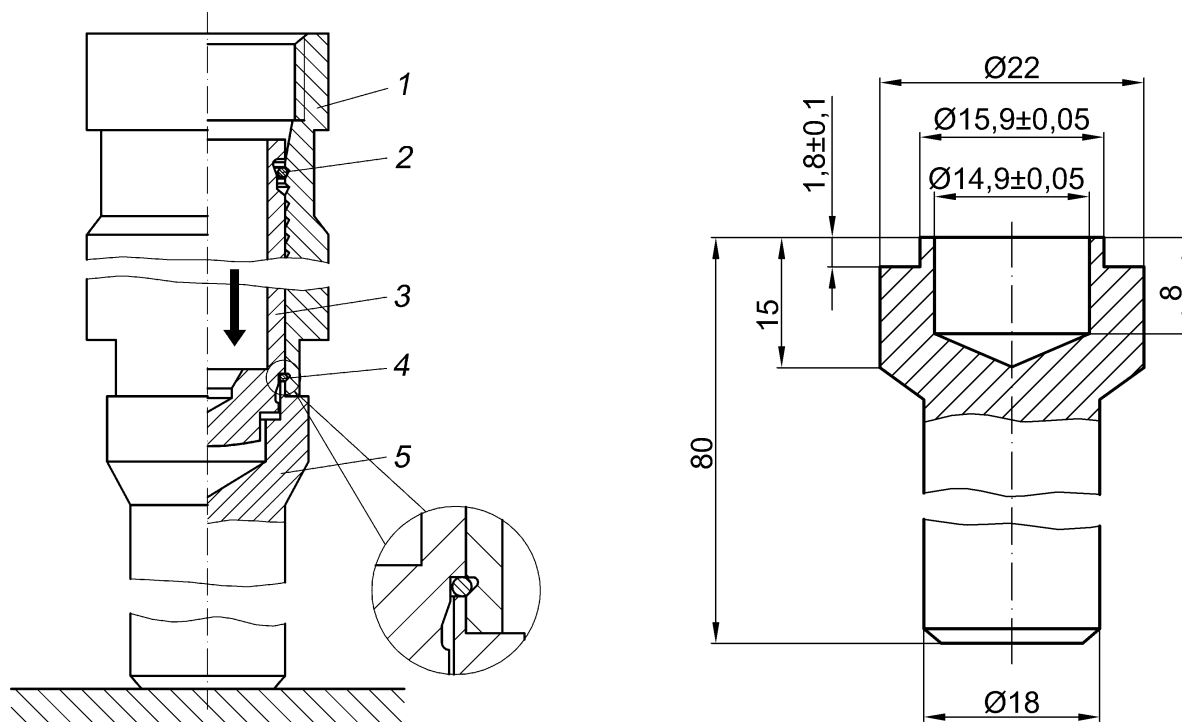

Рис.138. Сборка гидронатяжителя с помощью оправки:
- на закрепленную вертикально оправку 5 (рис.138) установить корпус гидронатяжителя 1;